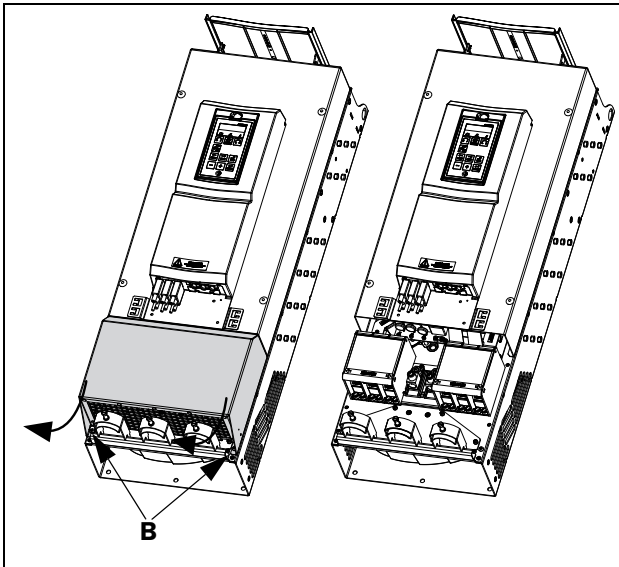

Fig. 36 Allentare le due viti e rimuovere la copertura inferiore (disegno schematico).
- Allentare le due viti B (vedere fig. 36).